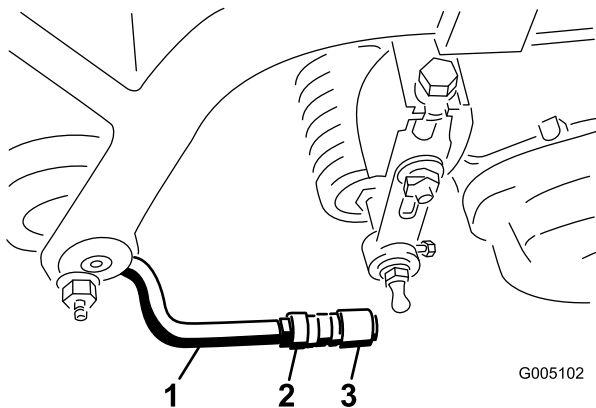

Figura 10
6. Alinee las rótulas de las juntas de manera que la cara abierta de la rótula esté centrada respecto a la bola del espárrago. Apriete las contratuercas para fijar la posición de las rótulas (Figura 10).